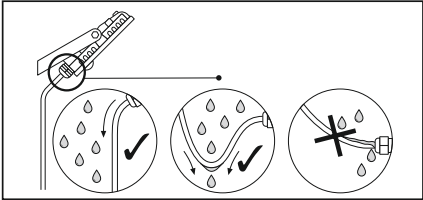

Рис. 5
- 5.15 Обратить внимание на правильность расположения кабеля относительно кабельного ввода на корпусе светильника (рис. 5).